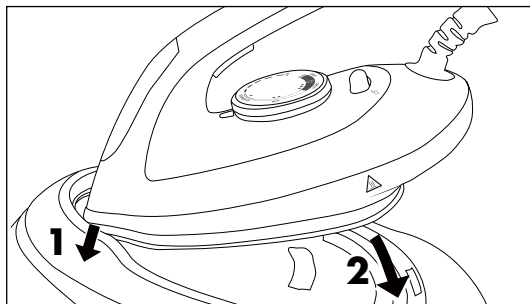

Fig. 8
- 5) Dopo aver stirato collocare il ferro da stiro sulla superficie di appoggio **6** della stazione di base. Innanzitutto condurre la punta del ferro da stiro sotto il bordo anteriore della superficie di appoggio **6**, poi collocare completamente il ferro da stiro sulla superficie di appoggio **6** (vedere fig. 8).